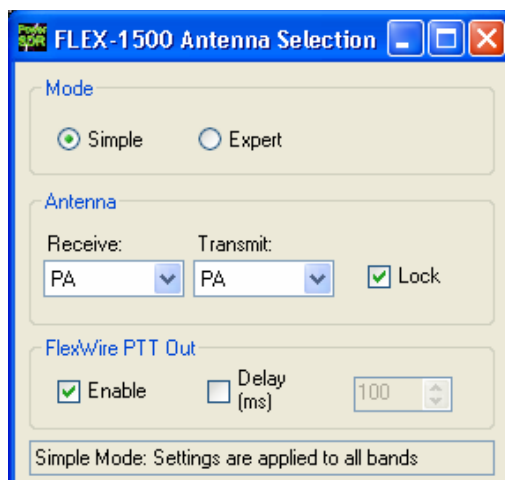

Abbildung 29: Antenna Selection- Formular - Simple
- F** Als nächstes überprüfen Sie die Einstellungen für die Antennen- und/ oder Transverter Anschlüsse, die Sie benutzen wollen. Ggf. können Sie auch den **FlexWire PTT Out** Anschluss aktivieren. Um das *Antenna Formular* aufzurufen, klicken Sie in der Menüleiste der PowerSDR- Konsole auf **Antenna** (Abbildung 29). An dieser Stelle werden nur die Felder für den **Simple** Modus beschrieben. Detaillierte Informationen incl. dem **Expert** Modus finden Sie auf Seite 110.